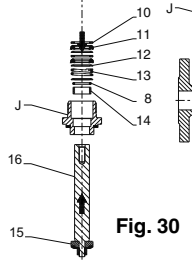
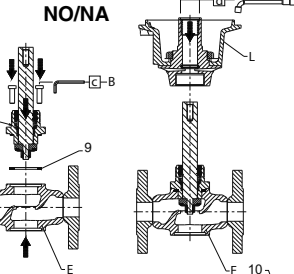

Fig. 30
Fig. 31
- NC and U versions (Fig. 31):** Remount the new O-ring (9) and tighten the stuffing box body (J) with the screws (B) to torque [c].
Version NO (Fig. 30): Re-d**u**mbent the new parts in the stuffing box body: lower bearing (14), O-ring (8), 1 chevron support (12), spring (13), 1 chevron support (12), 1 chevron (11), 1 stuffing box gland (10), 1 chevron support (12), 1 chevron (11) and 1 stuffing box gland (10). Fit the unit thus formed on the stem/disc (15-16).
- Versions NF et U (Fig. 31) :** Remonter le nouveau joint torique (9), et fixer le corps du presse étoupe (J) à l'aide des vis (B) au couple [c].
Version NO (Fig. 30) : Remonter dans le corps du presse étoupe les nouvelles pièces : le palier bas (14), le joint torique (8), 1 support de chevron (12), le ressort (13), 1 support de chevron (12), 1 chevron (11), 1 fouloir (10), 1 support de chevron (12), 1 chevron (11) et 1 fouloir (10).
- NC- und U-Version (Abb. 31):** Montieren Sie den neuen O-Ring (9) und befestigen Sie das Gehäuse der Stopfbuchse (J) mit den Schrauben (B) mit dem Anziehmoment **[c]**. Montieren Sie die neuen Teile in der Stopfbuchsen- und entfernen Sie: unteres Lager (14), O-Ring (8), 1 Dachmanschetten-Unterstützung (12), Feder (13), 1 Dachmanschette (12), 1 Dachmanschette (11), 1 Stopfbuchsenoberteil (10), 1 Dachmanschetten-Unterstützung (12), 1 Dachmanschette (11) und 1 Stopfbuchsenoberteil (10). Schrauben Sie die Bedienergehäuseeinheit (L)/Ventil (E) von Hand fest. Bringen Sie die neue Einheit aus Spindel/Ventilteller (15-16) wieder an. Beenden Sie das Schrauben mit Drehmoment **[d]**. **Version NO (Abb. 30):** Montieren Sie die neuen Teile in der Stopfbuchsen- und entfernen Sie: unteres Lager (14), O-Ring (8), 1 Dachmanschetten-Unterstützung (12), Feder (13), 1 Dachmanschetten-Unterstützung (12), 1 Dachmanschette (11), 1 Stopfbuchsenoberteil (10), 1 Dachmanschetten-Unterstützung (12), 1 Dachmanschette (11) und 1 Stopfbuchsenoberteil (10). Setzen Sie diese Einheit auf die Spindel/Ventilteller (15-16). Montieren Sie den neuen Siegel (9) und befestigen Sie das Gehäuse der Stopfbuchse (J) mit den Schrauben (B) mit dem Anziehmoment **[c]**. Ziehen Sie die Einheit aus Antriebsgehäuse (L) und Ventil (E) mit dem Anziehmoment **[d]** fest. Montieren Sie die Anzeihe (H) mit der dazugehörigen Feder (I) und die Antriebsfeder (5) (Abb. 32-33).
- Versión NC y U (Fig. 31):** Volver a montar la nueva junta tórica (9), y fijar el cuerpo del prensaestopas (J) con la ayuda de los tornillos (B) al par **[c]**. Volver a montar las piezas nuevas en el conjunto prensaestopas: casquillo bajo (14), junta tórica (8), 1 soporte de chevron (12), resorte (13), 1 soporte de chevron (12), 1 chevron (11), 1 pistón (10), 1 soporte de chevron (12), 1 chevron (11) y 1 pistón (10). Atornillar firmemente la unidad del cuerpo de operador (L)/Válvula (E) a mano. Sustituir el nuevo conjunto vástago/clapet (15-16). Finalizar el atornillado hasta el par de apriete **[d]**. **Versión NO (Fig. 30):** Volver a montar las piezas nuevas en el cuerpo del conjunto prensaestopas: casquillo bajo (14), junta tórica (8), 1 soporte de chevron (12), resorte (13), 1 soporte de chevron (12), 1 chevron (11), 1 pistón (10), 1 soporte de chevron (12), 1 chevron (11) y 1 pistón (10). Acoplar el conjunto formado en el vástago/clapet (15-16). Volver a montar la nueva junta (9) y fijar el prensaestopas (J) con la ayuda de los tornillos (B) a par **[c]**. Atornillar el conjunto cuerpo de actuador (L) / Válvula (E) al par **[d]**.